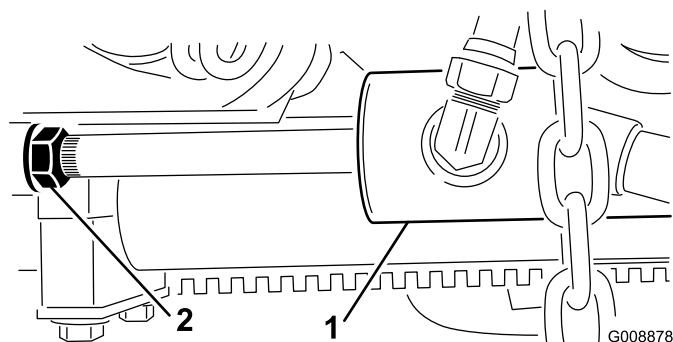

Figura 13
B. Solte a porca de bloqueio no cilindro (Figura 13).